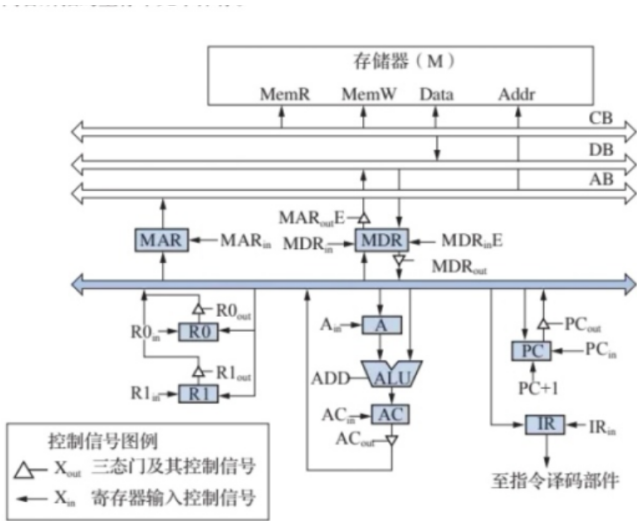

图 6.70 某计算机数据通路图
6.23某计算机字长为16位，采用16位定长指令字结构，部分数据通路结构如图6.70所示，图中所有控制信号为1时表示有效、为0时表示无效。例如，控制信号 $MDR_{in}E$ 为1表示允许数据从DB送入MDR中， MDR_{in} 为1表示允许数据从内总线送入MDR中。假设MAR的输出一直处于使能状态。加法指令 $ADD(R1),R0$ 的功能为 $(R0)+(R1) \rightarrow (R1)$ ，即将R0中的数据与R1内容所指主存单元的数据相加，并将结果送入R1内容所指的主存单元中保存。